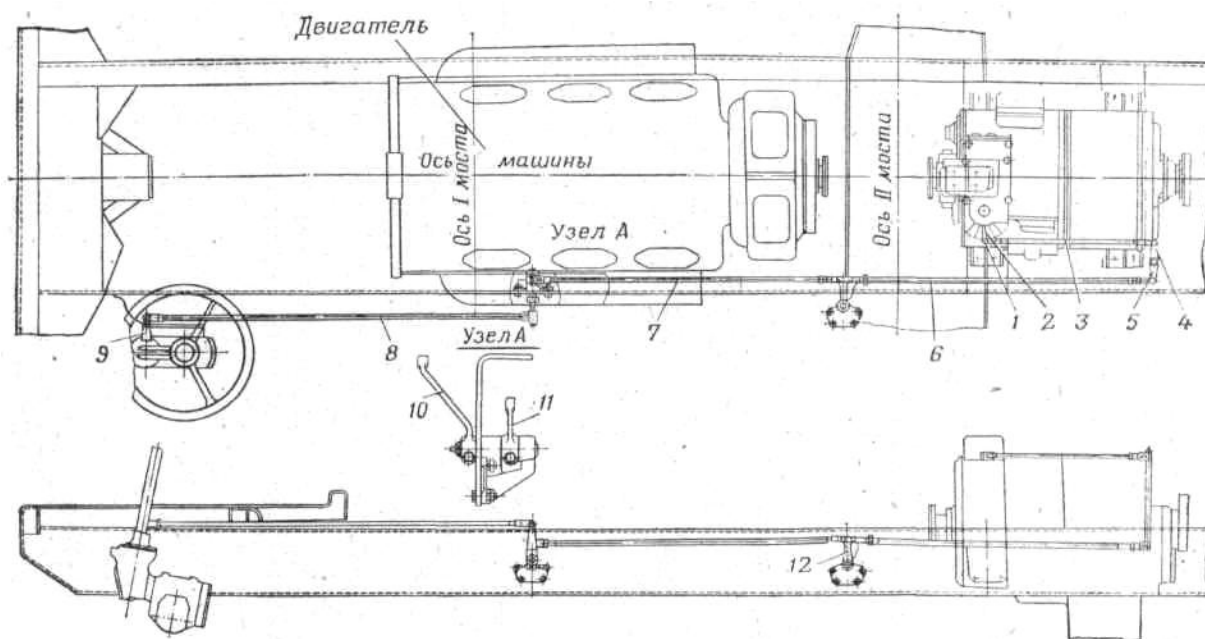

Рис. 142. Привод управления планетарной коробкой:
1. Отсоединить вилку тяги 1 (рис. 142) от рычага 2 привода механизма управления на планетарной коробке.